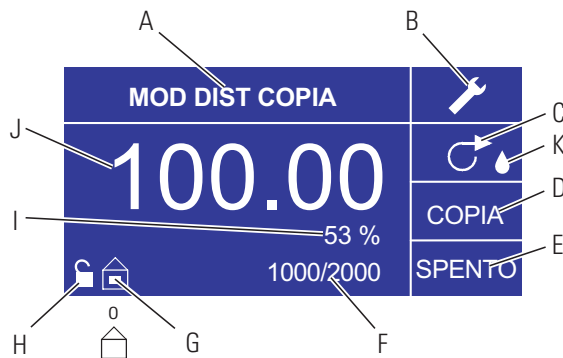

Figura 3-6. Schermata Modalità Distribuzione copia
7. **Impostazione della Dimensione lotto:** usare i tasti direzionali e il tasto INVIO per selezionare l'icona Conta del lotto dalla schermata d'uso (posizione F nella Figura 3-6). Dalla schermata Conta del lotto, usare le frecce SU/GIÙ per selezionare la dimensione del lotto. Premere INVIO per confermare la dimensione del lotto. Se impostata su zero (0), l'azionamento rimane in funzione per un numero di cicli infinito e visualizza il simbolo ∞ . Selezionare USCITA per ritornare alla schermata Modalità Distribuzione copia.
9. **Reimpostazione della Conta del lotto:** usare i tasti direzionali e il tasto INVIO per selezionare l'icona CONTA DEL LOTTO (posizione F nella Figura 3-6). Nella schermata CONTA DEL LOTTO, selezionare REIMPOSTA e premere il tasto INVIO per riazzere la conta del lotto. Selezionare USCITA per ritornare alla schermata d'uso della Modalità copia.